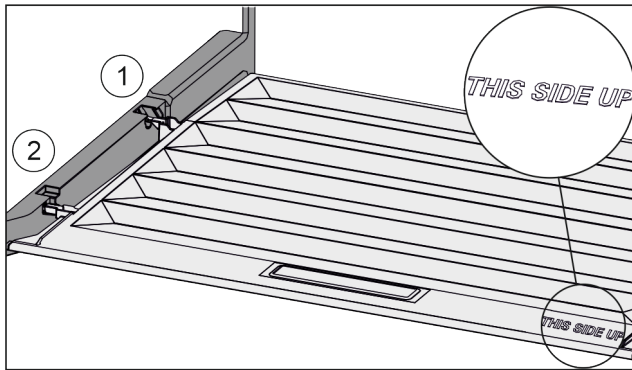

Fig. 90
- ▶ Пъхнете шийките на капака през отвора в задния държач Fig. 90 (1) и фиксирайте отпред в държача Fig. 90 (2).